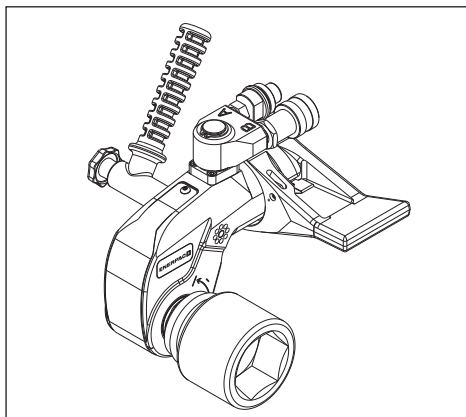

Рис. 8
4.3.1 Затяжка болтов и гаек (рис. 8 и 9)
- Установите опорную рукоятку (6) на гайковерт в положении, соответствующем конкретному применению.
- Установите упор (17) опорной рукоятки (6) на подходящую опорную точку (18). Опорная точка будет уравновешивать силу, возникающую при работе инструмента.